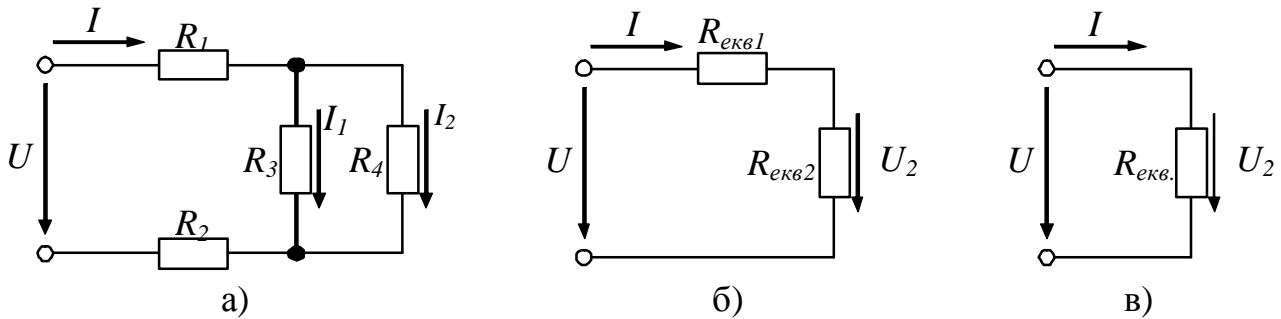

Рис. 1.1. Змішане з'єднання приймачів (а), спрощена (б) та гранично згорнута (в) вихідна схема
Змішане з'єднання приймачів – це сполучення послідовного і паралельного з'єднань приймачів або ділянок електричного кола (рис. 1.1).
випадках доцільно здійснювати їхнє спрощення шляхом згортання, замінюючи окремі ділянки кола з послідовним, паралельним і змішаним з'єднаннями опорів одним еквівалентним опором за допомогою *методу еквівалентних перетворень (методу трансфігурацій)* електричних кіл (рис. 1.1). Суть цього методу можна визначити таким чином:
3. Розраховують загальний опір кола (рис. 1.1, в)  $R_{екв}$  як суму послідовно з'єднаних двох елементів  $R_{екв1}$  і  $R_{екв2}$ .
4. Схему гранично згортають (рис. 1.1, в). Використовуючи закон Ома, знаходимо величину струму  $I$  у колі.
5. Розгортають схему в зворотному напрямку. За рис. 1.1, б знаходимо спадання напруги на  $R_{екв2}$ :  $U_2 = R_{екв2}I$ .
6. За рис. 1.1, а знаходимо струми у вітках схеми  $I_1$  і  $I_2$ :